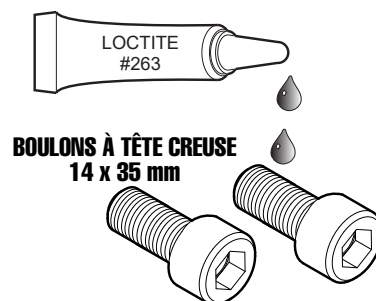

Figure 29. Appliquer de la Loctite^{MD} 263^{MC} (Boulons du pare-chocs avant)
15. Appliquer de la Loctite^{MD} 263^{MC} sur les filetages mâles des deux boulons à tête creuse de 14 x 35 mm qui ont été retirés précédemment du pare-chocs avant (Figure 29).